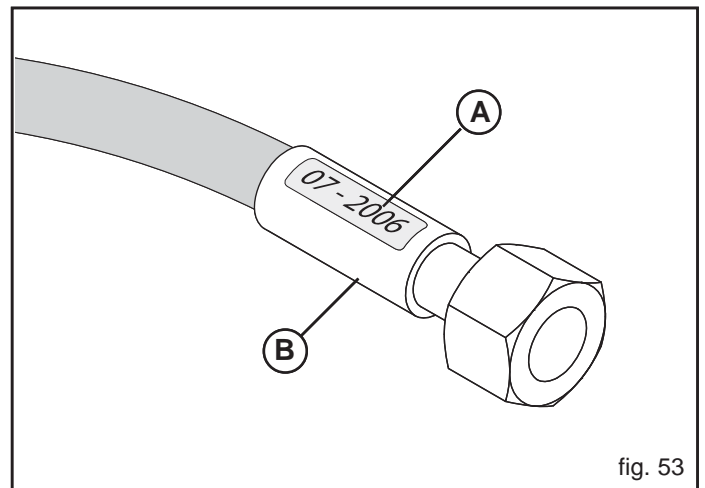

fig. 53
- Ölhydraulische Rohre dürfen nicht länger als 5 Jahre verwendet werden, auch wenn sie nicht benützt werden (natürliche Alterung). Auf Abbildung 53 (A) ist ein Beispiel zum Produktionsjahr der ölhydraulischen Rohre angegeben.
- Lecks in der Nähe der Einlagen (B, Abb. 53);
- Korrosion der Einlagen (B, Abb. 53);
- mehr als 5 Jahre seit dem Produktionsdatum vergangen sind (A, Abb. 53).